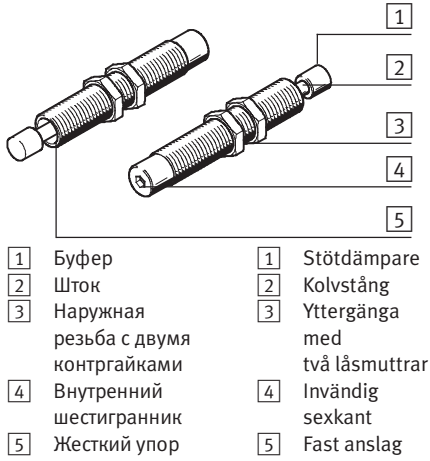

Fig. 1
- Нагрузка ударяется о жесткий упор по возможности вдоль поверхности упора [5] (→ Fig. 1).
- Нагрузка ударяется о буфер по возможности в осевом направлении [1] (→ Fig. 1), макс. отклонение: 3° (→ Fig. 2).
- Допустимый крутящий момент на внутреннем шестиграннике [4] (→ Fig. 1) не превышает (см. следующую таблицу Fig. 5).
- Затяните контргайки [3] (→ Fig. 1) в соответствии с выбранным типом крепления. При этом соблюдать следующие значения момента затяжки: